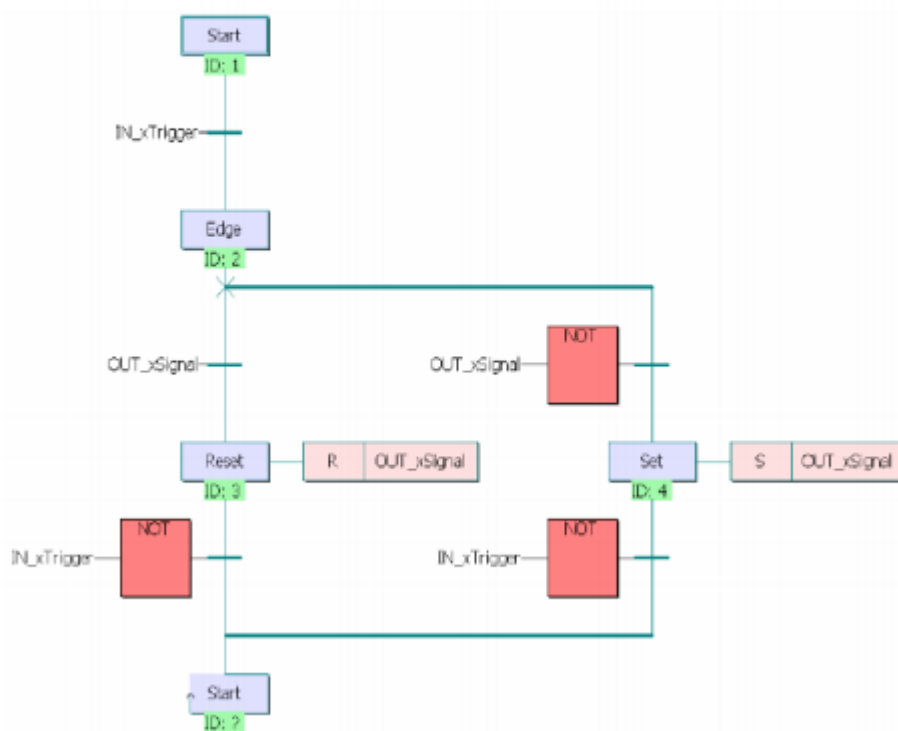

Рисунок 4.9 - Таблиця змінних та функціональний блок тригера
Далі необхідно відлагодити програму світлофора, рисунок 4.9.
5. Реалізувати роботу тригера. Необхідно заповнити таблицю змінних та створити функціональний блок тригера, рисунок 4.9.